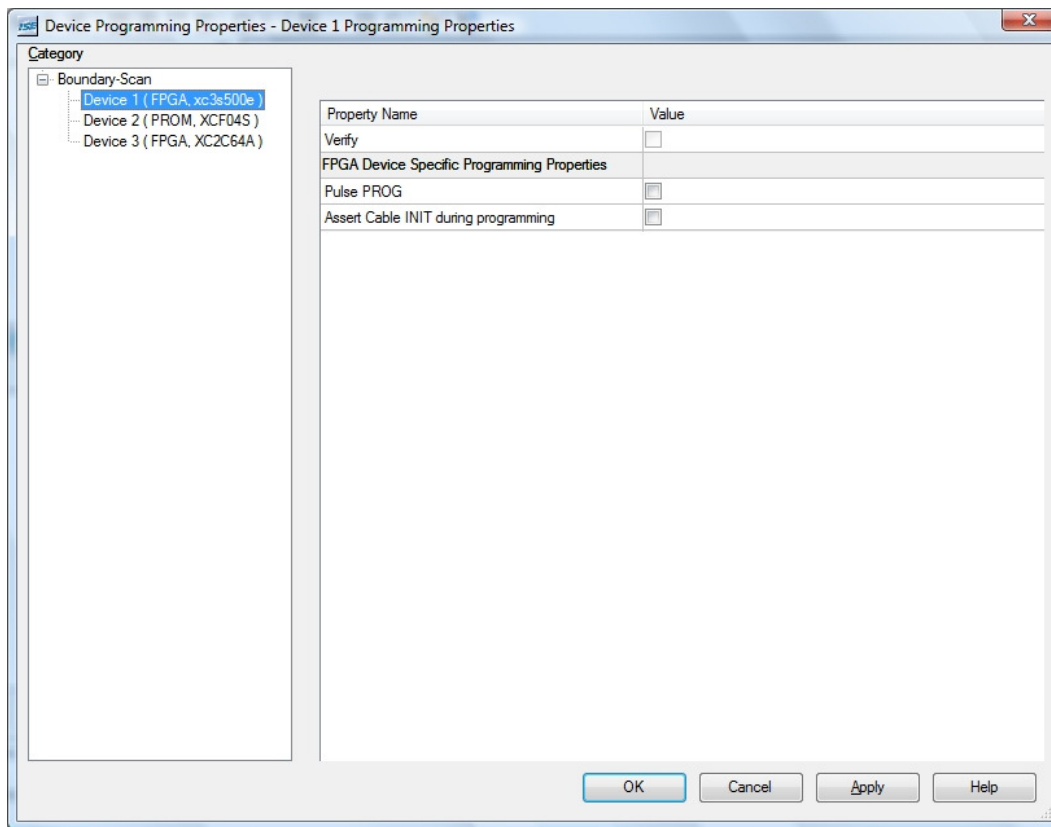

Figura 6.13
- Pentru urmatoarea fereastră se vor pastra setarile default (Figura 6.13).